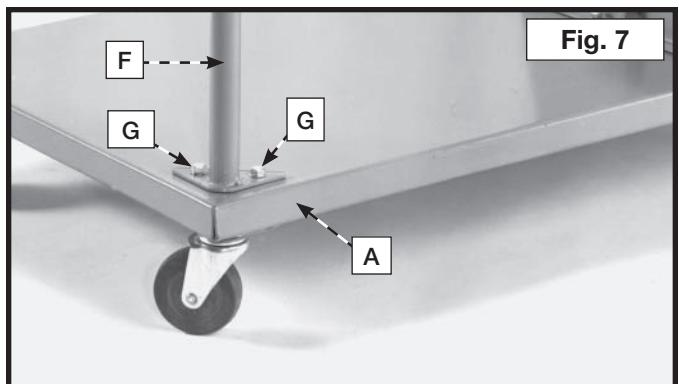

Fig. 7
- Monte el soporte de tambor (F) Fig. 7 en los dos agujeros en rosca en la esquina de la base (A), como se muestra en la Fig. 7, con dos tornillos de cabeza hexagonal de 5/16-18 x 5/8 pulg. y arandelas de presión de 5/16 pulg. (G). **NOTA:** Todavía no ajuste por completo los tornillos y arandelas.